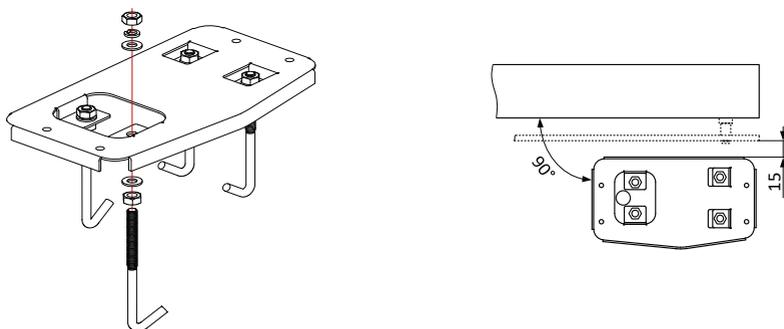

Рисунок 4. Сборка и установка монтажного основания
- Установите четыре фундаментных крюка на монтажное основание (Рисунок 4).